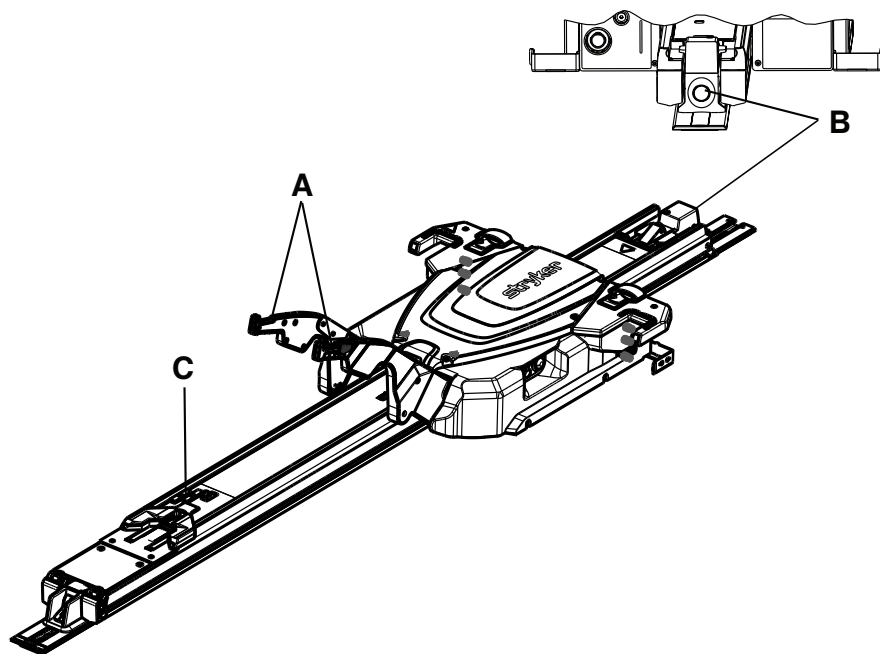

Figure 8 – Position de mi-transfert du chariot
1. Élever les bras de levage (A) (Figure 8).